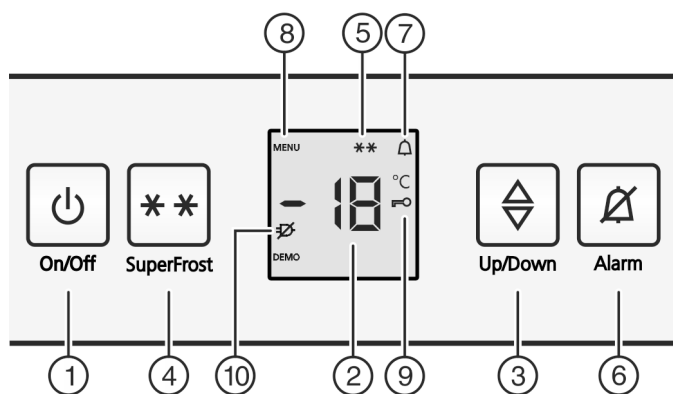

Fig. 2
- Вместе с индикацией температуры мигает символ «SuperFrost» Fig. 2 (5).*
- ▶ Нажать кнопку On/Off Fig. 2 (1).
- ▶ Активация режима настройки: Нажмите кнопку SuperFrost Fig. 2 (4) и удерживайте ее прим. 5 секунд.
- ▷ На индикаторе будет отображаться символ «Меню» Fig. 2 (8).
- ▶ Для подтверждения нажать и отпустить кнопку «SuperFrost» Fig. 2 (4).
- ▷ На индикаторе горит символ «Защита от детей» Fig. 2 (9).
- ▶ нажмите и отпустите кнопку "On/Off" Fig. 2 (1).
- ▷ Символ «Защита от детей» Fig. 2 (9) гаснет.
▶ Нажмите кнопку Alarm Fig. 2 (6).
Одновременно мигает индикация температуры и символ тревоги Fig. 2 (7).
Звуковой сигнал выключается автоматически, символ аварийного сигнала Fig. 2 (7) выключается и индикатор температуры перестает мигать, если температура снова становится достаточно низкой.